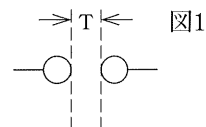

図1
1. 大気中で、一定の距離（T）に金属（電極）をおき、電圧を次第に高くすると、空気の絶縁が破れ、火花が飛びスパーク電流が流れます。この現象を放電といいます。（図1）